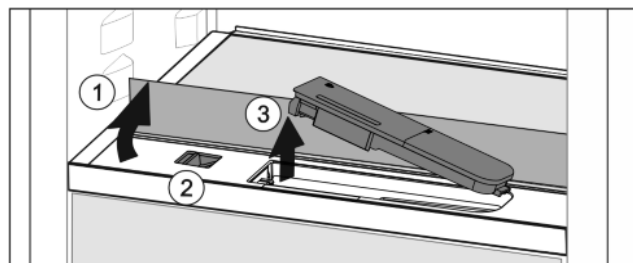

Fig. 36
- ▶ Podnieść płytę szklaną i złożyć ją z powrotem, aż do oporu Fig. 36 (1).
- ▶ Przesunąć suwak Fig. 36 (2) w lewo.
- ▶ Wyjmowanie zbiornika wody Fig. 36 (3).